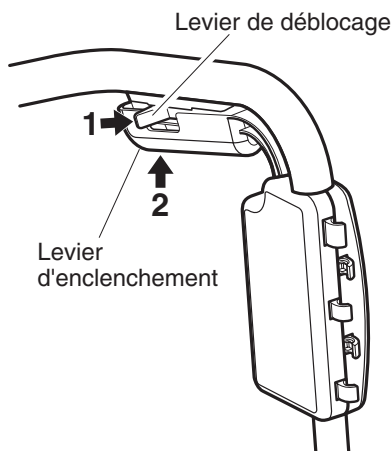

Figure 11 - Leviers de déblocage et d'enclenchement
2. Avec le pouce, faire coulisser le levier de déblocage sur toute la longueur vers la droite (voir la figure 11). Cela libère le levier d'enclenchement.
3. Comprimer le levier d'enclenchement à fond (voir la figure 11). Le moteur démarre et les dents commencent à tourner. Une fois le cultivateur lancé, le levier de déblocage peut être relâché.